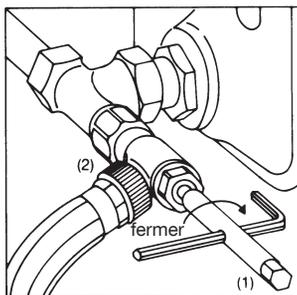

Fig. 7
- 4.2 Après le remplissage, poser la clé à six pans (clé de 10) (1) sur l'outil de vidange et de remplissage (2) et fermer le mécanisme en le tournant vers la droite (fig. 7).